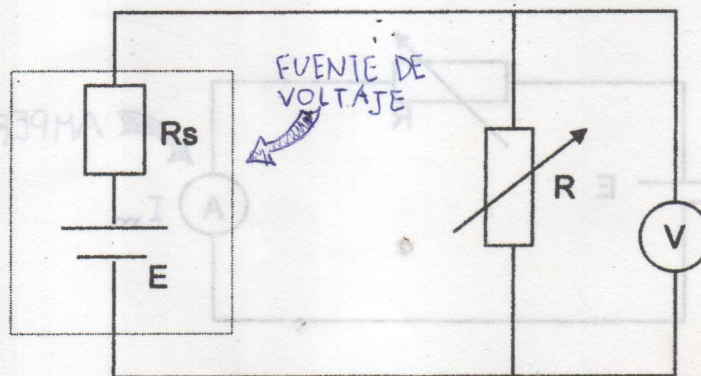

Figura 3. Montaje experimental para determinar la resistencia interna R_s , de una fuente.
El voltaje V_m registrado por el voltímetro de la figura 3, está dado por la ecuación:
- Mida la salida de la fuente (E)
- Arme el circuito mostrado en la figura 3.